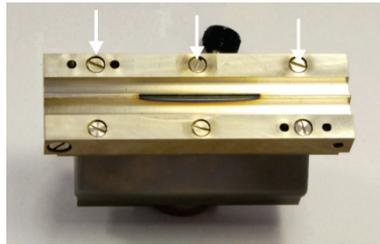

Bild 44 Schrauben an vorderer Brennerbacke
1. Schrauben aus der vorderen Brennerbacke (Pfeile in Bild 44) herausdrehen (auf der Seite der vorderen Brennerbacke befindet sich auch die Schraube zur Befestigung des Brenners auf dem Stutzen der Mischkammer).